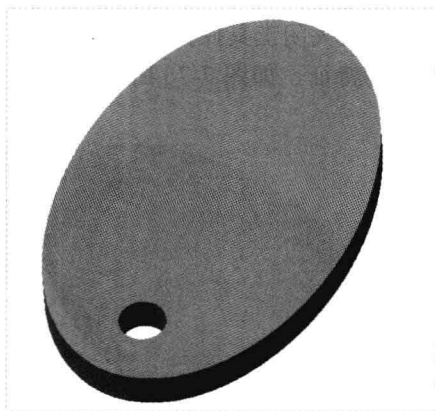

图 7-73 图形文件
Step 01 按【Ctrl+O】组合键，打开图形文件，如图 7-73 所示，在模型树中选择“组 LOCAL_GROUP”选项，在“功能区”选项板的“模型”选项卡中，单击“操作”面板中的“复制”按钮.